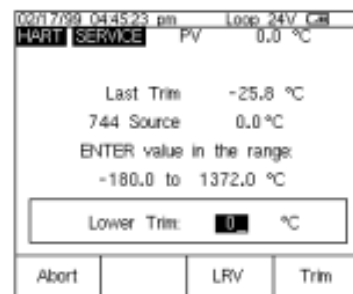

图 14
5. 如果 AS Found 测试失败 (即在误差一览表中有加亮误差显示)，则需要进行调整。按 Adjust 软键。选择 Sensor Trim，并按 ENTER。选择 Perform user trim - both，并按 ENTER。744 的屏幕看起来应像图 14 所示。